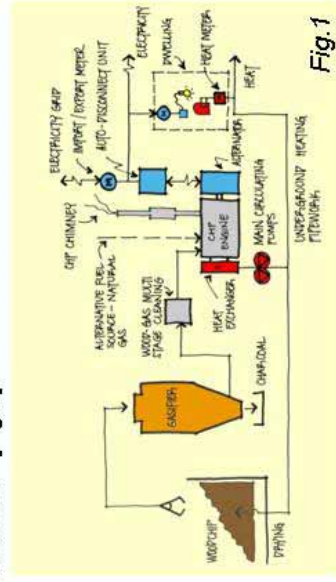

Fig.1
- Cogenerazione a biomasse [Fig.1]
- Cogenerazione a biomasse a livello generale di masterplan dell'area [Fig.1]